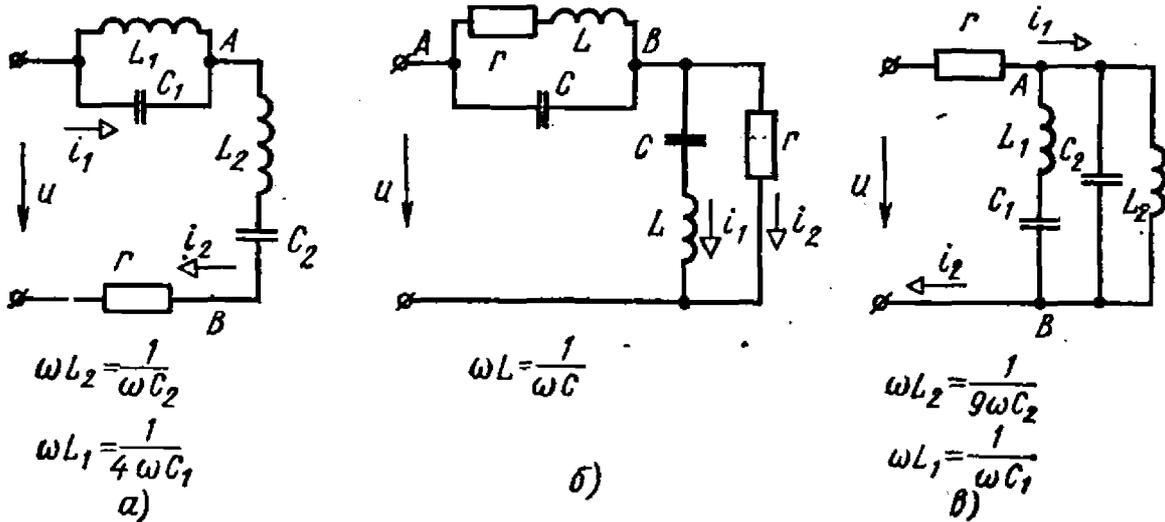

Рис. 8.18
8.18*. Перечислите номера гармоник, которые будет содержать ряд Фурье, записанный: а) для тока i_1 ; б) для тока i_2 ; в) для напряжения u_{ab} , если напряжение на входе схем рис. 8.18, а — в задано уравнением $u = U_{(1)m} \sin \omega t + U_{(2)m} \sin 2\omega t + U_{(3)m} \sin 3\omega t$.
Наименование несинусоидальной величины	Номера гармоник, содержащихся в ряду Фурье (рис. 8.18)